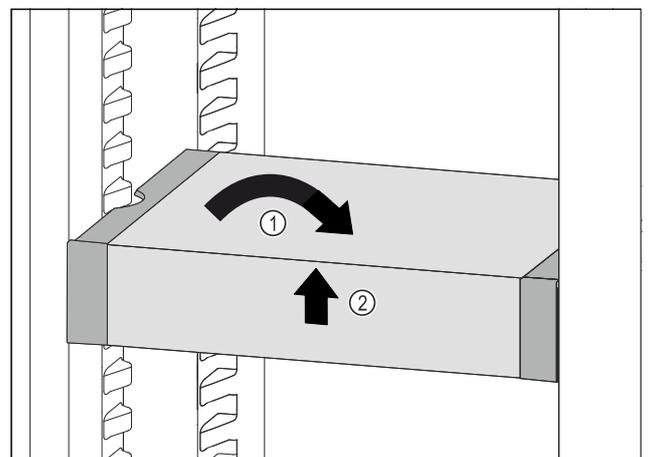

Fig. 100
- ▶ 将 VarioSafe 放平。Fig. 100 (1)
- ▶ 抬起 VarioSafe 前部。Fig. 100 (2)